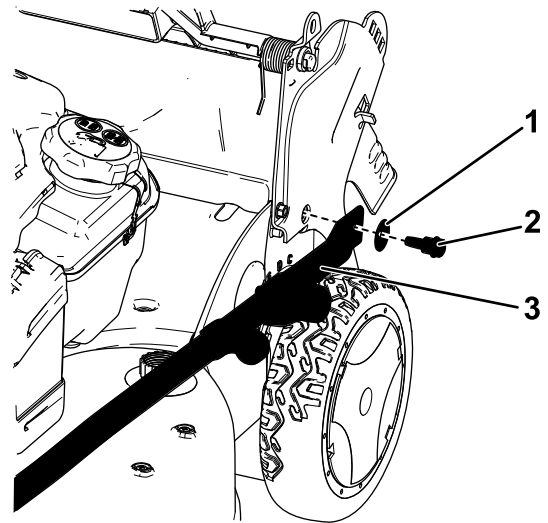

Bild 3
2. Befestigen Sie die Holmenden mit zwei Scheiben und zwei Holmschrauben am Maschinengehäuse (Bild 3), **ziehen Sie die Holmschrauben jedoch nicht fest.**